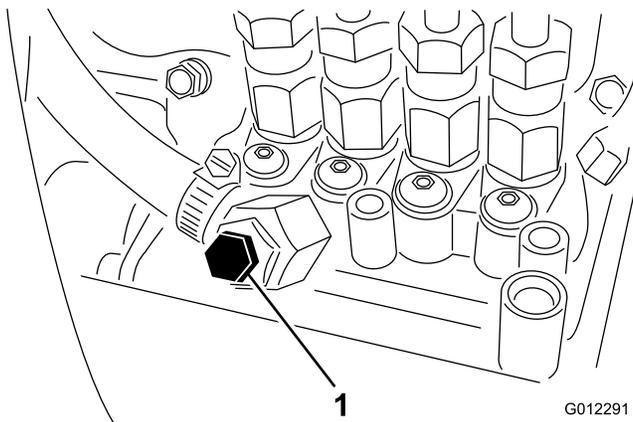

Figura 17
5. Desaperte o parafuso de purga que se encontra na bomba de injeção de combustível (Figura 17).